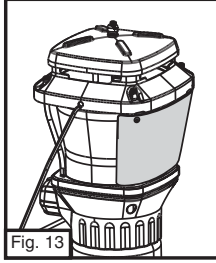

Fig. 13
- Posición de reflexión. La lengüeta inferior descansa dentro del armazón de la lámpara. (Fig. 13)